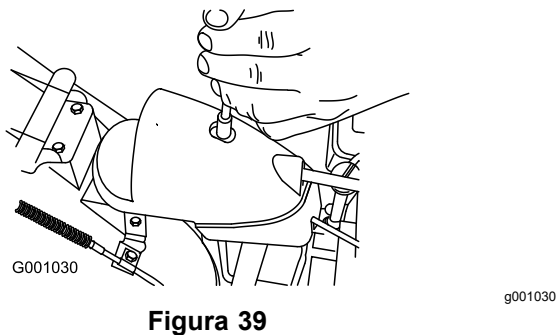

Figura 39
1. Togliete l'elemento di fissaggio dal coperchio degli ingranaggi (Figura 39), alzate la parte anteriore del coperchio e spingetela indietro perché non intralci l'operazione.